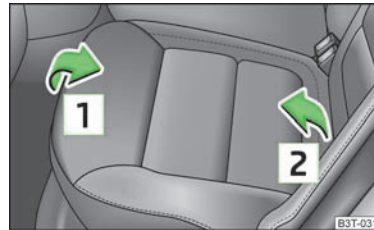

Abb. 62 Sitzfläche vorklappen
- › Sitzfläche in Pfeilrichtung **1** » Abb. 62 hochziehen und in Pfeilrichtung **2** vorklappen.